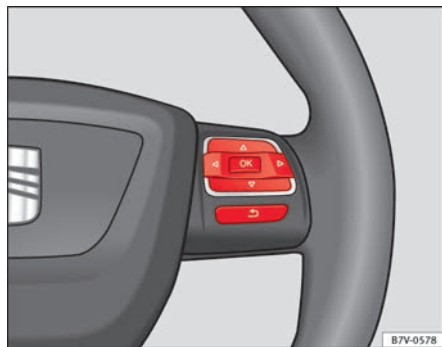

Fig. 38 Lado direito do volante multifunções: Botões para utilizar os menus do painel de instrumentos.
- Caso seja visualizada uma mensagem ou o pictograma do veículo, pressionar o botão **OK** (⇒ Fig. 37 (A) ou ⇒ Fig. 38).